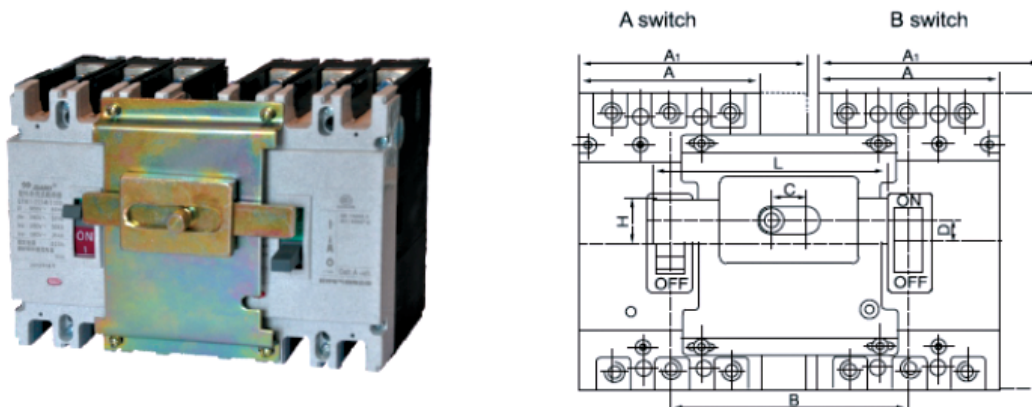

Рис. 14
2.2.3. Внешняя взаимоблокировка выключателей (рис. 14)